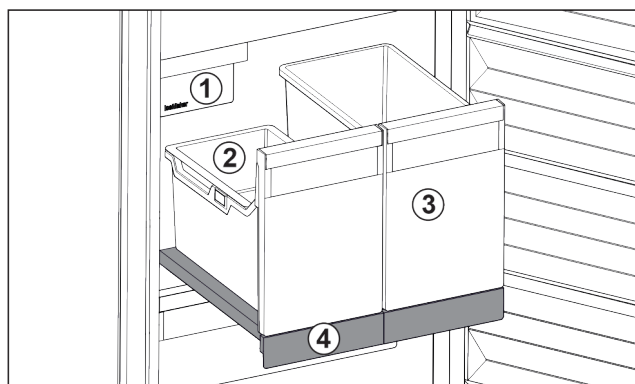

Fig. 27 Выдвижная панель с IceTower
- (1) IceMaker
- (2) Подвесной лоток для кубиков льда
- (3) Контейнеры для пиццы, алкогольных напитков
- (4) Выдвижная панель
На выдвижной панели находятся два высоких контейнера (IceTower). В контейнере Fig. 27 (2) собираются и хранятся кубики льда из IceMaker. Контейнер Fig. 27 (3) подходит для хранения высоких продуктов, таких, как пицца или алкогольные напитки.